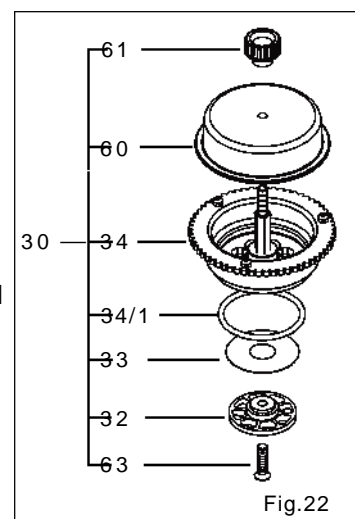

Fig.22
c) Remove diaphragm (33) in air intake valve (30). Check for any damage and clean. Also clean the valve body (34), the spacer plate (32) and the silencer (60) with a soft cloth. (Fig. 22)
c) Membran (33) in Lufteinlassventil (30) entfernen. Auf Schäden prüfen und reinigen. Auch Ventilkörper (34), Distanzplatte (32) und Schalldämpfer (60) mit einem weichen Tuch reinigen (Abb. 22)